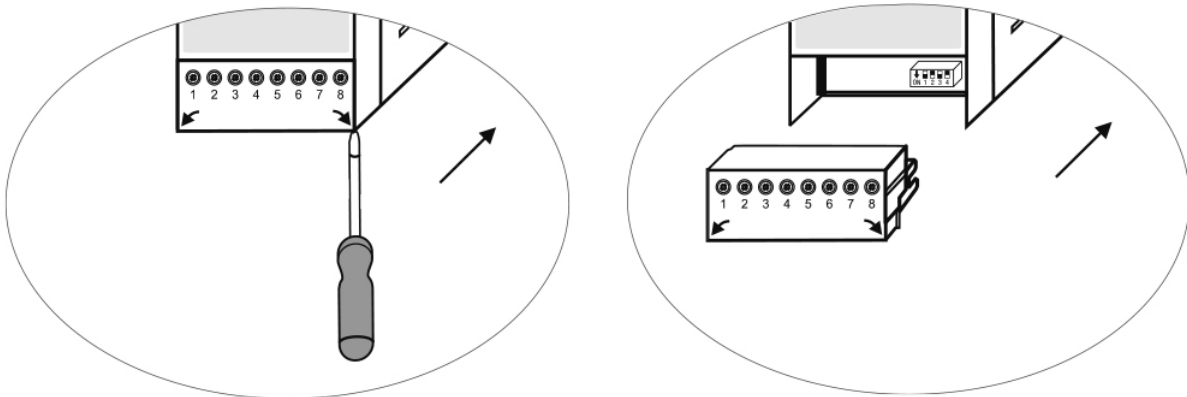

Fig. 22
- Retirer les borniers inférieur et supérieur (Fig. 22).